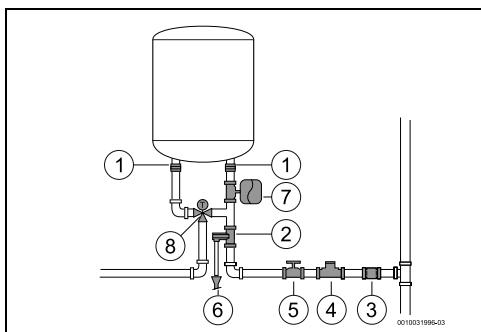

fig. 11
- të instaloni një valvulë reduktimi presioni (Fig. 11, [4]). Valvula e çlirimit të presionit do të aktivizohet sa herë që presioni në pajisje është mbi 8 bar (± 1 bar), për të cilën arsyе është e nevojshme të planifikohet një mënyrë për shkarkimin e këtij uji.
- instaloni një enë zgjerimi (Fig. 11, [7]) për të ndaluar hapjen e shpeshtë të valvulës së çlirimit të presionit. Volumi i zgjerimit të enës duhet të jetë i barasvlershëm mëm 5% të volumit të pajisjes.